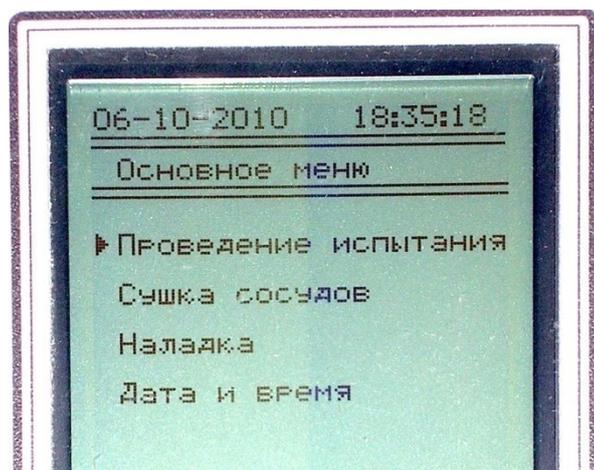

Рис.6 Вид основного меню на экране «ТАН-БО»
2.2.1 Прибор «ТАНГЕНС-3М-3» может работать в четырех режимах, названия которых отражены в основном меню (Рис. 6):
2.2.5 Включить автоматы «Сеть» на правой стороне блока основного «ТАН-БО», при этом на дисплее блока основного появится заставка основного меню (рис.6).
2.4.8 Установить курсор в виде темного треугольника на дисплее блока основного «ТАН-БО» напротив строки «Проведение испытаний» (см. рис.6) с помощью кнопок "▲", "▼" блока основного.
2.5.5 Установить с помощью кнопок "▲", "▼" курсор в виде темного треугольника на дисплее блока основного «ТАН-БО» напротив строки «СУШКА СОСУДОВ» (см. рис.6).